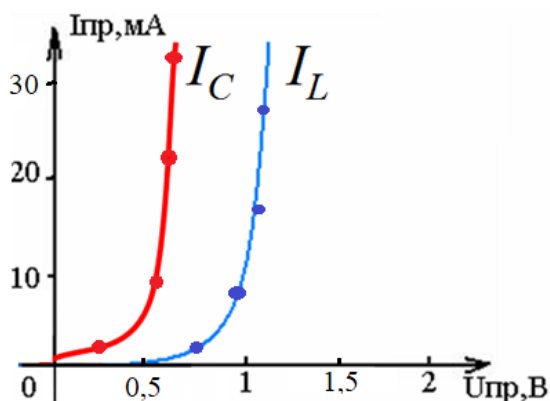

Рис. 3.10
1. Шкалы по осям наносятся на график путем отметки некоторых линий координатной сетки числами, которым эти линии соответствуют. Нуль должен быть записан обязательно. У концов координатных осей (выше у оси абсцисс и правее у оси ординат) следует указывать символы откладываемых величин. Там же, с использованием установленных сокращений, указываются единицы измерения. Пример правильно оформленного графика показан на рис. 3.10.